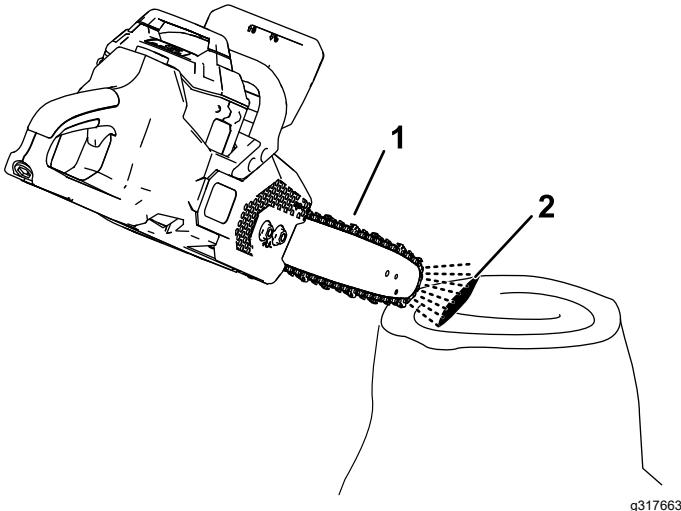

Figura 26
2. Per accertarvi che l'olio fluisca verso la catena, puntate la punta della motosega a pochi pollici da una superficie (per esempio, carta, cartone, un ceppo) e azionate la motosega; dovreste essere in grado di vedere un leggero zampillo di olio sulla superficie (Figura 26).